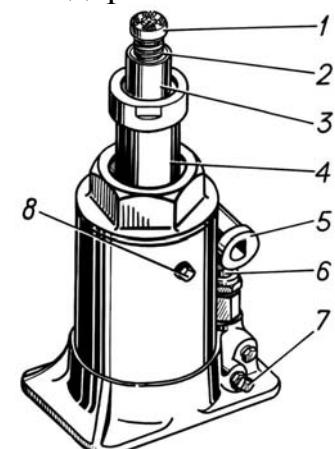

Рис. 9.9. Домкрат:
– поставить домкрат (рис. 9.9) под нижний лист рессоры около стремянки вблизи снимаемого колеса и вывернуть винт 2 рукой до упора в указанные детали. При подъёме колеса на грунте под основание домкрата рекомендуется подкладывать брус или доску;